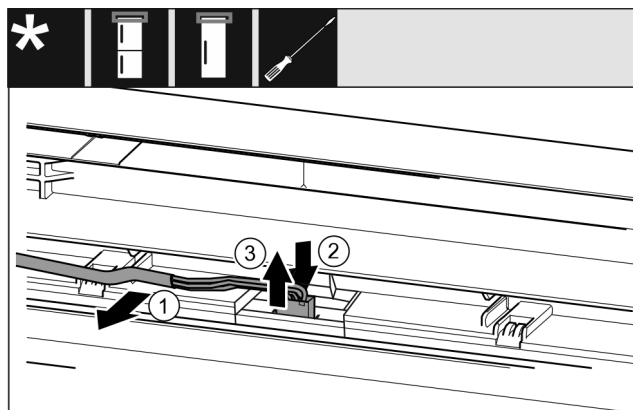

Fig. 11 Комбінації холодильник/морозильна камера / морозильні камери / холодильники
- Обережно витягніть кабель Fig. 11 (1) з направляючої в дверцятах.
- Притисніть назад накладку Fig. 11 (2), що знаходиться за штекером.
- Обережно витягніть штекер Fig. 11 (3) угору.